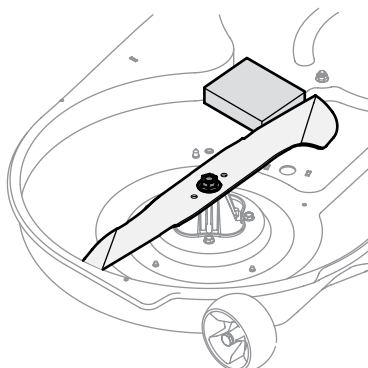

Figura 4-15
2. Coloque un bloque de madera entre el deflector del alojamiento central de la plataforma y la cuchilla de corte para que actúe como estabilizador. Consulte la Figura 4-15.
3. Extraiga la tuerca de brida hexagonal que asegura la cuchilla al montaje del husillo. Consulte la Figura 4-15.